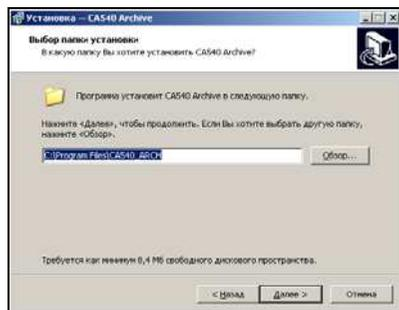

Рисунок 8.13
2) Определить место размещения ПО, для чего в окне (рисунок 8.13) следует либо согласиться с предлагаемой по умолчанию папкой C:\Program Files\Компаратор CA540\_PC, либо выбрать другой вариант, щелкнув по кнопке **Обзор**. Для продолжения выполнения установки программы щелкнуть по кнопке **Далее**.